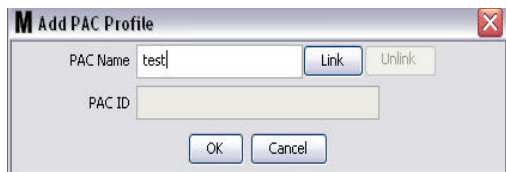

Рис. 113
3. Появится окно «Add PAC Profile» [Добавить профиль регулятора пневматического насоса] (Рис. 113). В этом окне можно назвать регулятор в поле «PAC Name» [Имя регулятора]. После указания имени регулятора нажмите кнопку «OK» [ОК], чтобы закрыть окно и сохранить изменения.